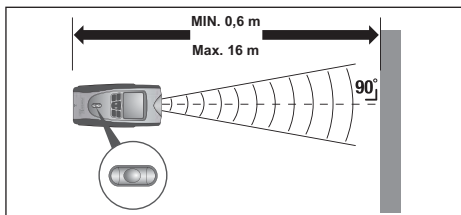
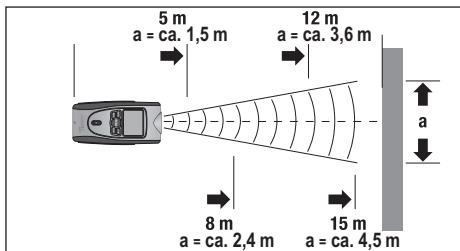

Fig. 1
Fig. 2
1. Encienda el aparato pulsando la tecla ON/OFF ⑩.
2. Si es necesario, pulse varias veces la tecla MODE ⑨, hasta que aparezca en la pantalla la indicación L (medición de distancias).
3. Para cambiar de las unidades métricas (metro M) a las angloamericanas (pies'/pulgadas'') y viceversa, pulse la tecla FT/M ④.
4. Mantenga el aparato en posición horizontal frente a la pared a la que quiere medir la distancia. El emisor/receptor ultrasónico ② debe apuntar a la pared en ángulo recto. Para ello, utilice el nivel de burbuja ⑧: La burbuja del nivel ⑧ debe situarse entre las marcas (véase la fig. 1).
5. Pulse un momento la tecla READ ⑪. Se proyectará un punto láser y se escuchará una señal acústica. Mantenga el aparato en esta posición hasta que aparezca la distancia medida en el Display ⑫.
Cuanto más alejado se encuentre de la pared, más amplia será la superficie (a) que el telémetro medirá con el ultrasonido (fig. 2). Procure, por lo tanto, dirigir siempre el telémetro en ángulo recto hacia una superficie plana (fig. 1 y 3). Por favor compruebe que no haya objetos dentro del rango de medición.